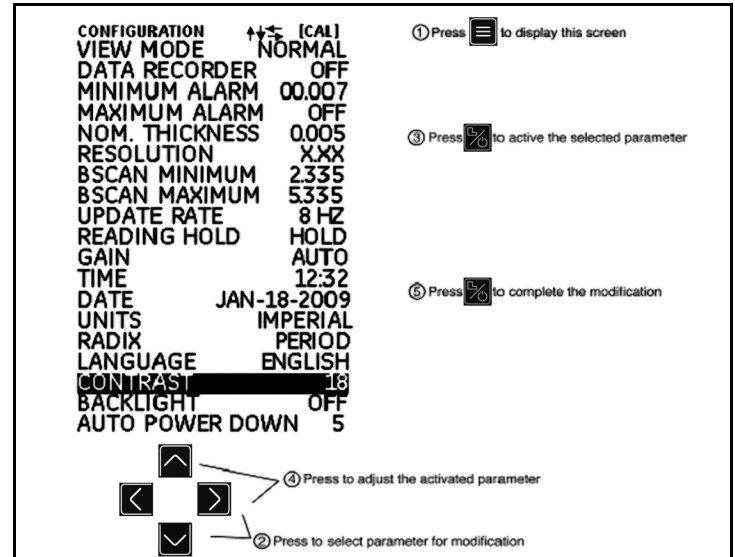

Figura 9: El Menú Configuración
Antes de comenzar la utilización del DM5E, debe configurar los parámetros que aparecen en la lista de la página siguiente a través de la pantalla *Configuración* (véase *Figura 9*) de la manera siguiente:
1. Presione la tecla  para acceder a la pantalla *Configuración* (véase *Figura 9 en la página 21*).